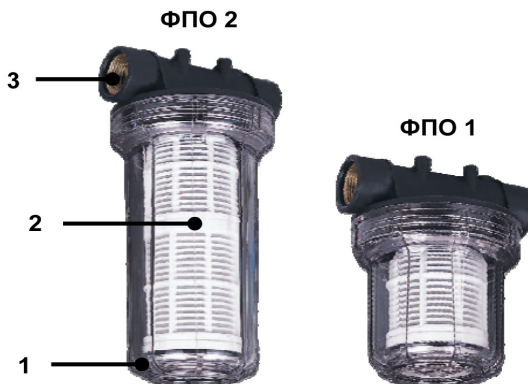

Рис. 1
Фильтр состоит из корпуса (1) (рис. 1), выполненного из прозрачного пластика позволяющего визуально оценить степень загрязнения и 80 слоев фильтрующей сетки (2) с размером ячеек 20 микрон (рис. 1). При фильтрации вода проходит через сетчатый фильтрующий элемент в направлении снаружи внутрь и в очищенном виде поступает на выход фильтра (3).